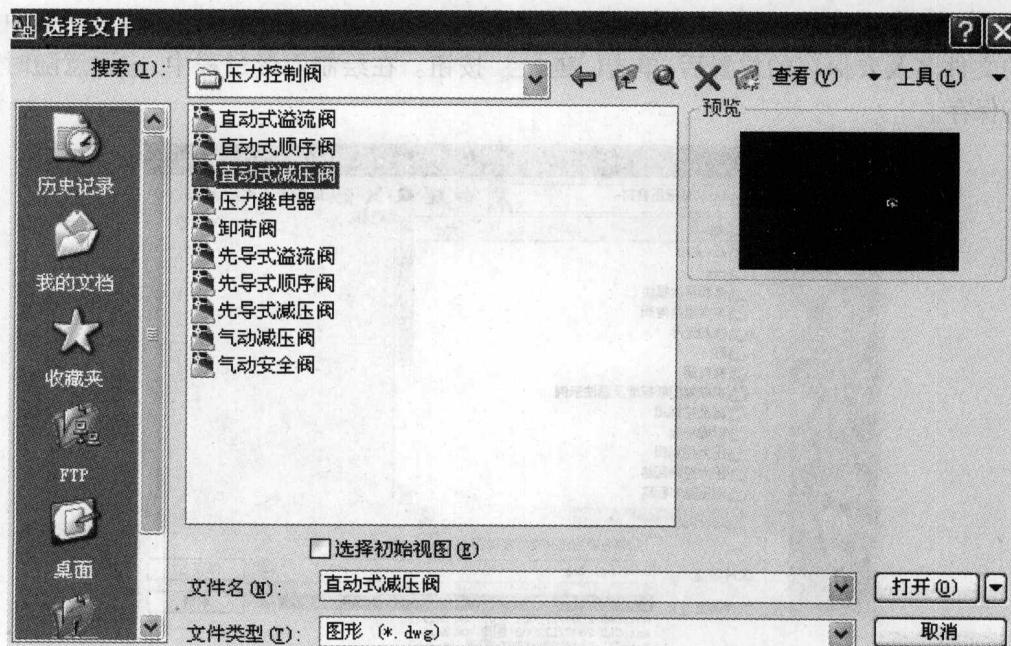

图 1-10 【选择文件】对话框
(2) 【打开】：单击该按钮，打开如图 1-10 所示【选择文件】对话框。在该对话框中选择要打开的图形文件，也可以根据关键字查找图形文件，或者通过 Internet 选择或查找 Web，单击 按钮，将打开【打开】快捷菜单，如图 1-11 所示，该菜单中各选项含义如下。